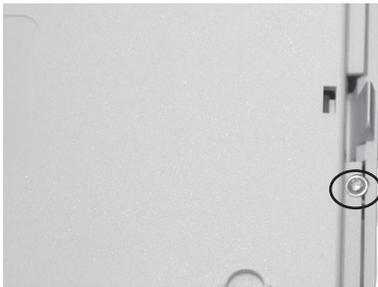

Bild 1: Sicherungsschraube
2. Lösen Sie die Sicherungsschraube am Rasthaken der SmartConnect Box (Bild 1).